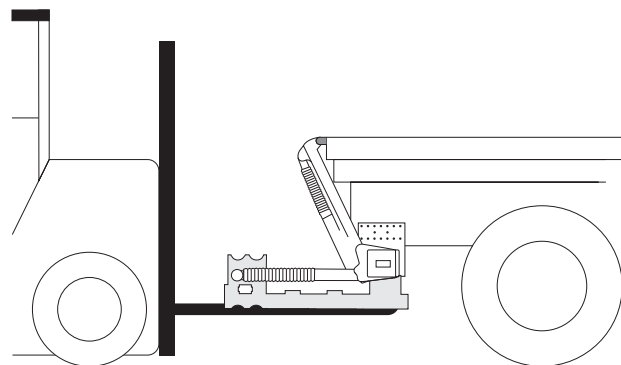

Bild 26. Använd lyftens emballage och en truck,
6. Lyftstommen bör placeras så högt som möjligt inom angivna C-mått. Justera stommen till idealhöjd under ramen. Använd lyftens emballage och en truck, Se Bild 26. Stommen ska placeras parallellt mot påbyggnationens golv och får inte ligga an mot fordonets ram, det måste finnas några millimeter spel. Vid behov, justera armarnas vinkel genom att försiktigt köra lyften.